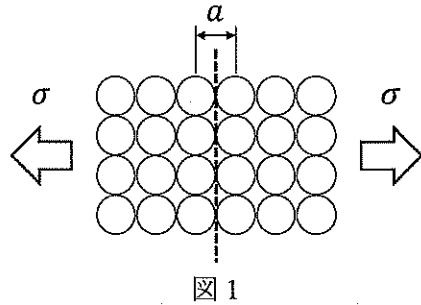
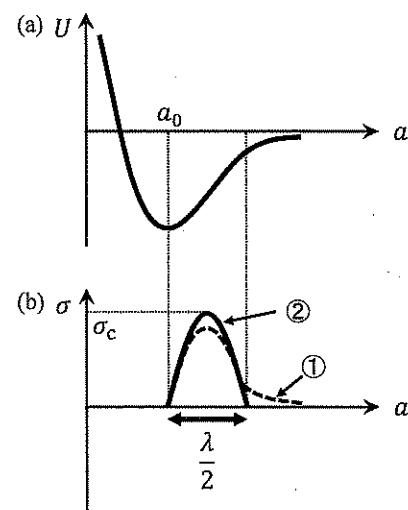

図1
図2
脆性材料の結晶(平衡格子面間距離 a_0)に対して図1に示すように引張応力 σ を負荷したとき、破線で示す格子面でへき開破壊が生じるために必要な応力(理想へき開強度) σ_c を求めるこころを考える。結晶のポテンシャルエネルギー U と格子面間距離 a が図2(a)の関係で表される場合、応力 σ と a の関係は、図2(b)の①の点線の関係になる。この関係を②の実線のように振幅 σ_c 、波長 λ の正弦関数で近似すると以下の式で示すことができる。